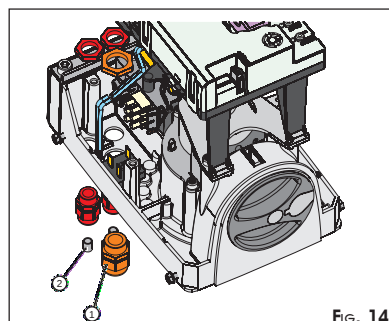

FIG. 14
① Monteer alledrie de bijgeleverde kabelklemmen met behulp van de speciale bevestigingsmoeren (Fig.14).
- De grootste kabelklem (Fig.14 ref. ①) moet altijd worden gebruikt.
- Als de andere twee kabelklemmen niet worden gebruikt, moeten ze worden gesloten met behulp van de twee speciale bijgeleverde doppen (Fig.14 ref. ②). Zet de kunststof dop in de doorgang voor de kabel, en sluit de kabelklem tot hij vastzit.